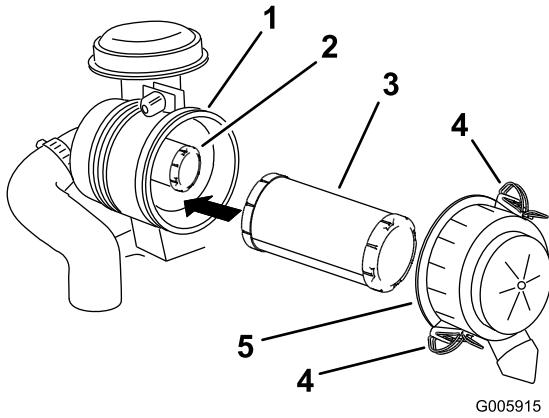

Figura 45
3. Abra los cierres del limpiador de aire y tire de la tapa del limpiador de aire para separarla del cuerpo del limpiador de aire (Figura 45).
5. Extraiga con cuidado el filtro primario del cuerpo del limpiador de aire (Figura 45).
5. Sujete la tapa con los enganches (Figura 45).
2. Si va a cambiar el filtro interno, deslícelo cuidadosamente en el cuerpo del filtro (Figura 45).
3. Deslice cuidadosamente el filtro primario por encima del filtro interno (Figura 45).